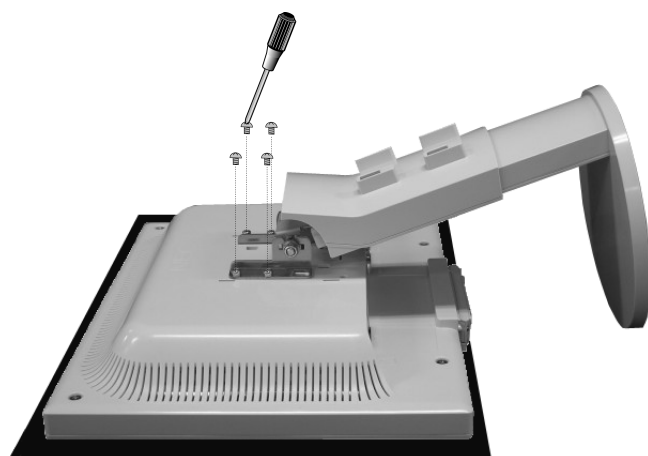

Figura S.4
5. Sitúe el monitor boca abajo en una superficie no abrasiva (**figura S.4**).
6. Retire los 4 tornillos que unen el monitor al soporte (**figura S.4**).